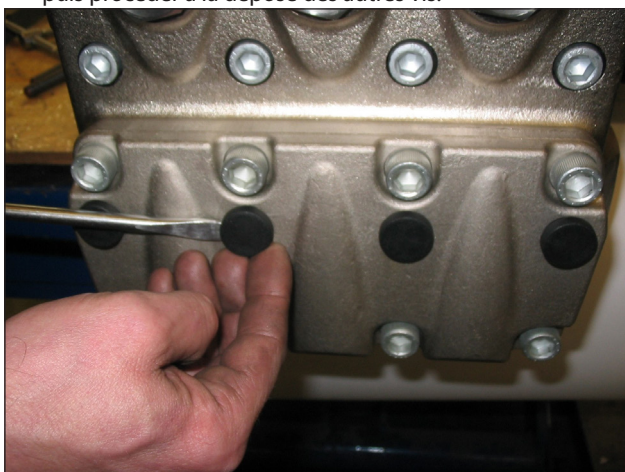

Fig. 41
- Déposer les 4 bouchons servant à fermer les orifices du couvercle des soupapes d'aspiration (Fig. 41).